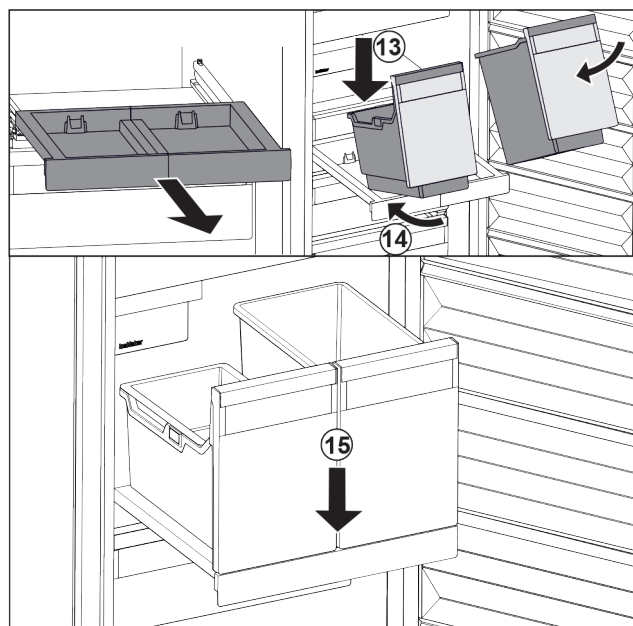

Fig. 35
- ▶ Nasadte nádobu šikmo na vysouvací desku. Fig. 35 (13)
- ▶ Zasuňte nádobu šikmo dozadu. Fig. 35 (14)
- ▶ Usadte vpředu nádobu. Fig. 35 (15)